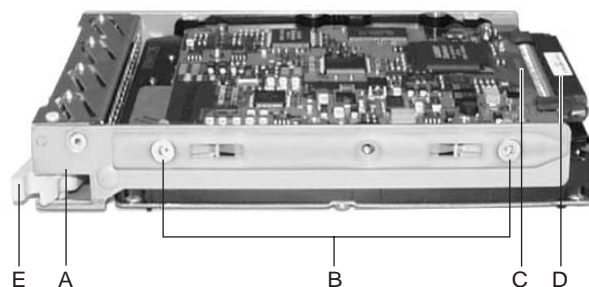

図 4-1 ドライブキャリア内のハードディスクドライブ
4. コネクタがドライブキャリアの背面上部に位置するようにドライブの向きを合わせます。図 4-1 に、キャリア内のドライブの向きを示します。この図では、キャリアは上下逆さになっています。